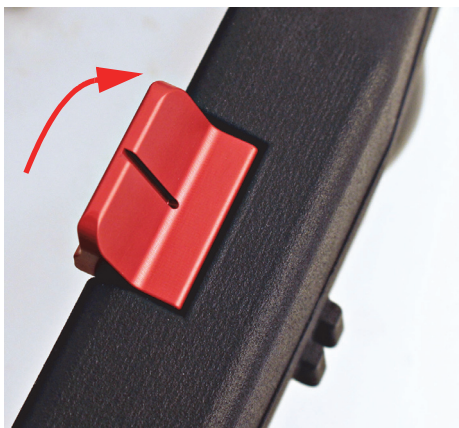

Рис. 4-1 Стопорный рычаг активирован
- Чтобы активировать стопор, установите задний красный стопорный рычаг в верхнее положение (Рис. 4-1 на стр 70).